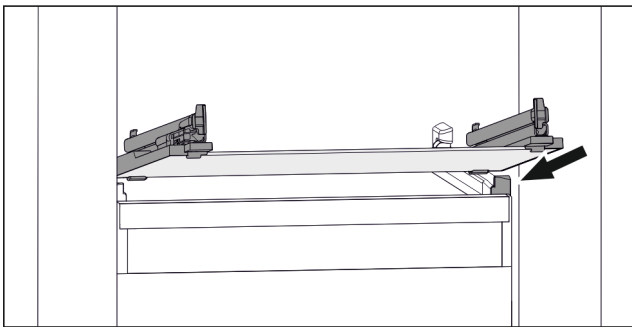

Fig. 113 Beispielhafte Darstellung der Glasplatte
- ▶ Glasplatte schräg hinter den Stoppeln aufsetzen. (zie Fig. 113)